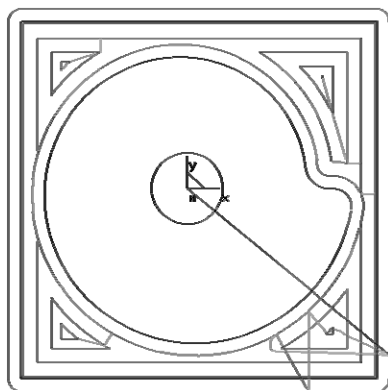

图 2-106 生成刀具轨迹
3) 再单击鼠标右键确认,系统开始计算,稍后得出刀具轨迹如图 2-106 所示。